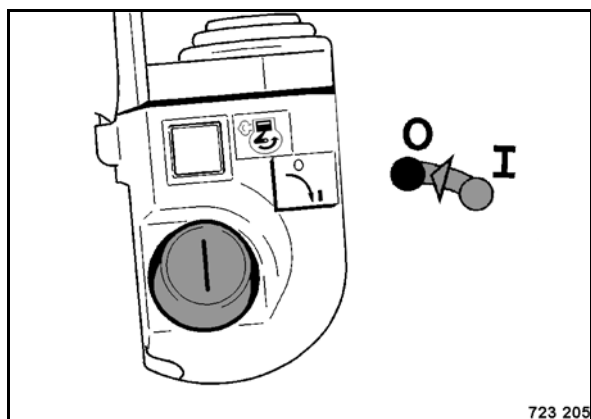

Рис. 64
- Повернуть ключ зажигания (Рис. 64) в положение "O".